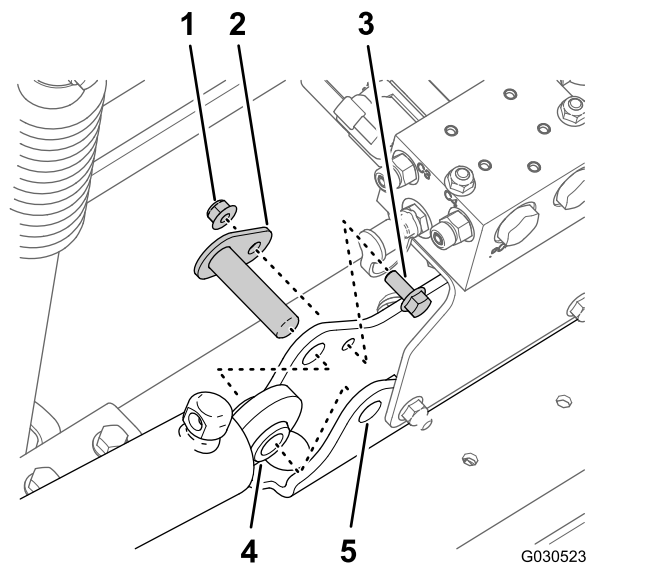

Figura 39
3. Retire la contratuerca con arandela prensada (5/16") y el perno con arandela prensada (5/16" x 3/4") que sujetan el pasador de giro al soporte de los cilindros (Figura 39).
4. Retire el pasador de giro y el cilindro de elevación de la máquina (Figura 39).